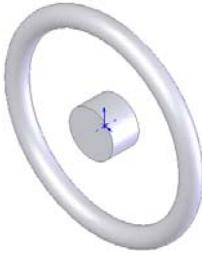

图 4-40 拉伸后的图形
**13** 设置视图方向。单击“标准视图”工具栏中的“等轴测”图标3D，将视图以等轴测方向显示，结果如图 4-40 所示。